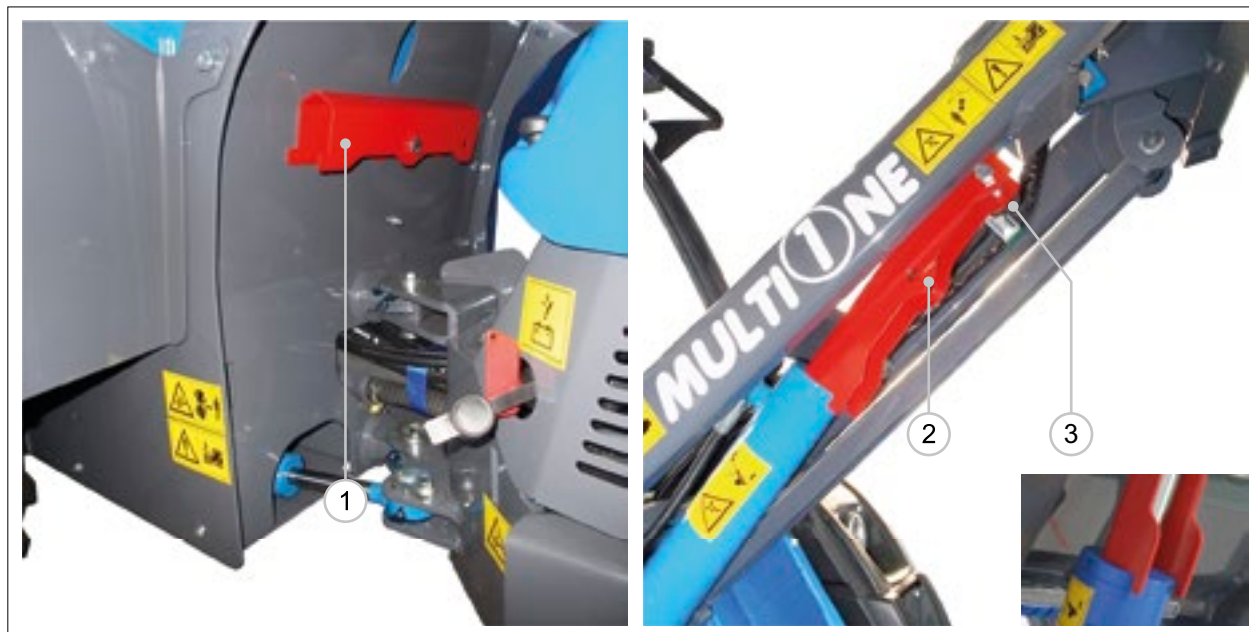

РИС. 30
- 4) Достаньте скобу из отделения, расположенного под сиденьем водителя (РИС. 30 - Сс. 1).
- 5) Вставьте скобу, чтобы заблокировать стрелу (РИС. 30 - Сс. 2).
- 6) Закрепите ее в специальном выступе (РИС. 30 - Сс. 3).